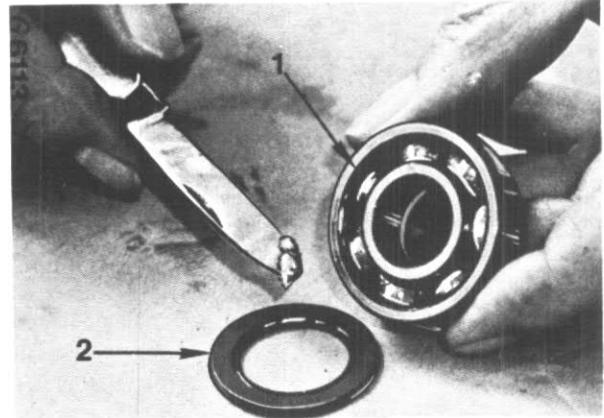

Figure 14
7. Ne garnissez qu'un côté du roulement à billes avec de la graisse à haut point de fusion "Bosch Fl v 34" ou équivalente, fig. 14.